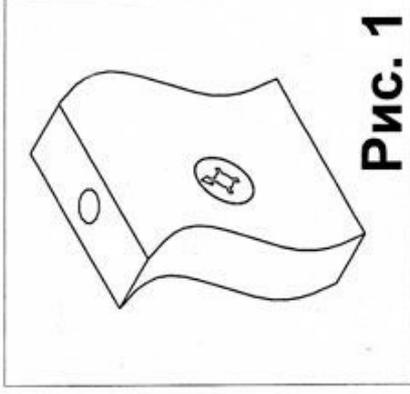

Рис. 1
Взять стенку заднюю выдвижного ящика 14 и забить в соответствующие отверстия шканты (1). Соединить боковины ящика 12 и 13 с задней стенкой. 14 Фиксацию производить при помощи евроинтов (2). Далее положить каркас ящика на заднюю стенку 14 и забить шканты (1) в соответствующие торцевые отверстия на боковинах ящика 12, 13, и вставить стяжки растекс (3) (см.рис.1). После этого вставить дно ящика 18 в пазы на каркасе ящика, таким образом, чтобы дно ящика 18 вошло в паз на стенке задней ящика 14. Далее закрутить в переднюю панель ящика 15 в муфты дюбеля-стяжек-растекс
(4). Соединить переднюю панель ящика 15 с каркасом. Фиксацию стяжек-растекс(3) произвести путем поворота стяжки (3) по часовой стрелке. После этого положить ящик дном вверх и прикрутить ответные планки направляющих (7) к боковинам ящика 2, 13 при помощи саморезов (5). Прикрутить ручку (12)